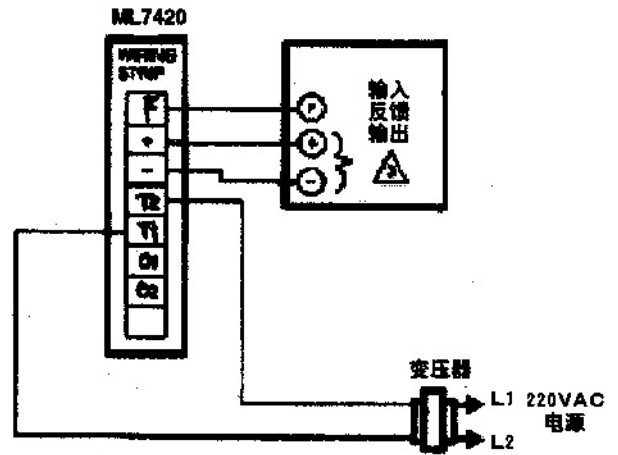
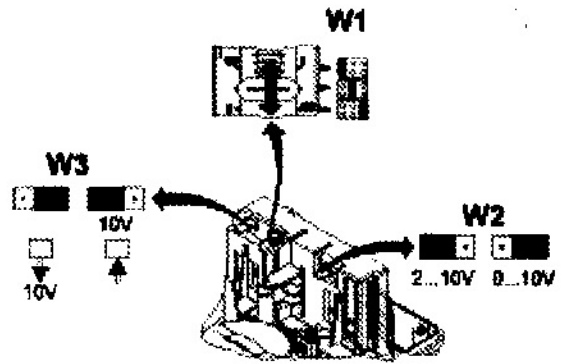

图 6 ML7420 与带反馈输出的控制器的连接示意
图 11, W1, W2 和 W3 选择开关位置。
2. 按图 6~10 进行接线 (如需要现场改变功能特性, 选择插头的改变按图 11 进行)
模拟信号在工厂设为 0 ~ 10Vdc, 改变 W2 选择插头可改变为 2 ~ 10Vdc. W1, W2 的位置看图 11 在 PCB 保护片的背后